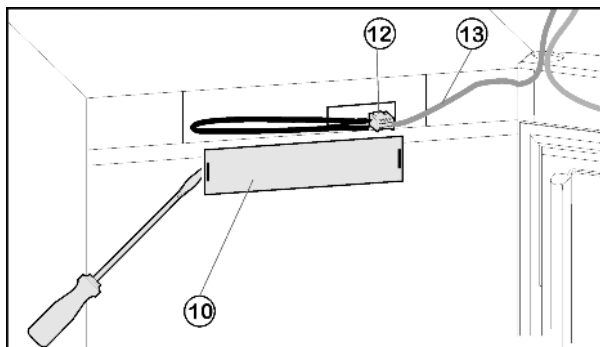

Fig. 4
- ▶ Снимите переднюю накладку Fig. 4 (10) с помощью плоской отвёртки.
- ▶ Снимите контакт и извлеките разъём Fig. 4 (12).
- ▶ Высвободите из направляющей серый кабель Fig. 4 (13).
- ▶ Снова установите разъем *Fig. 4 (12)*.
- ▶ Снова установите крышку *Fig. 4 (10)*.